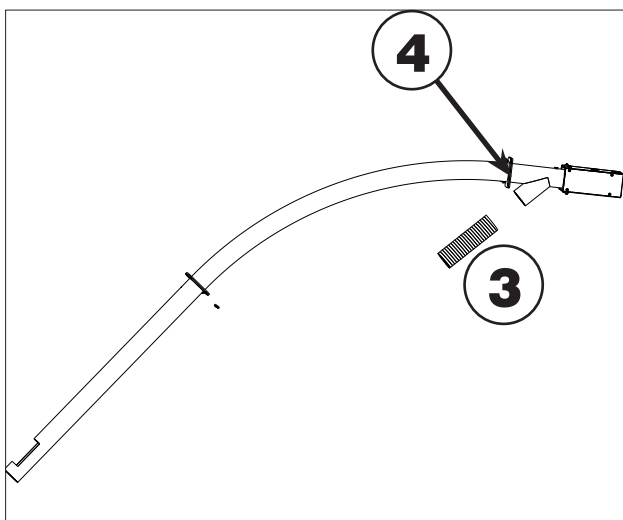
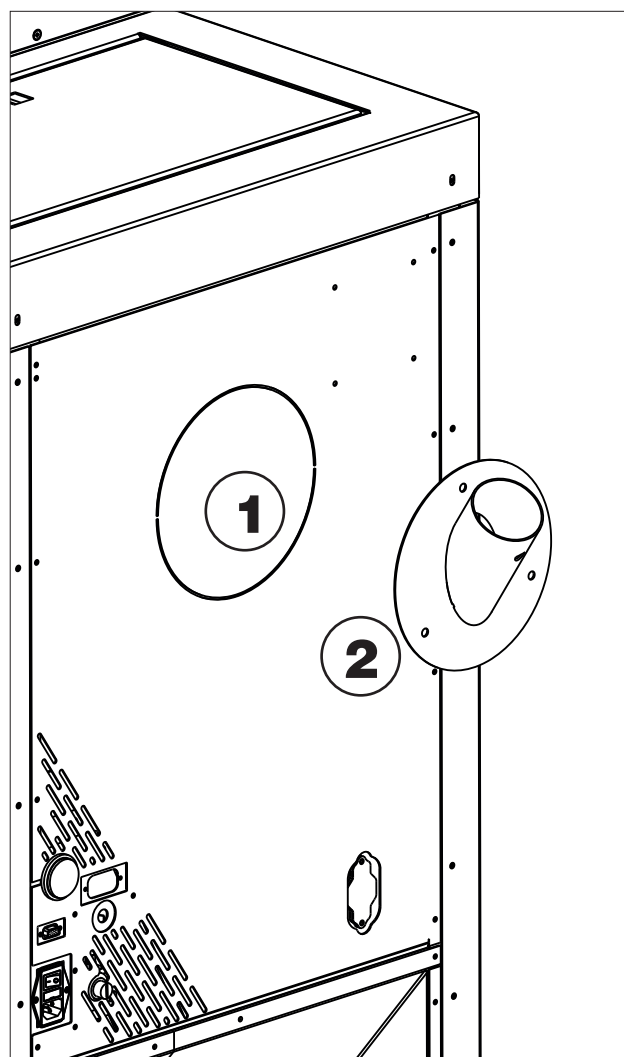

Fig.4
Fig.5
le composant (2) de la figure 5 et les composants de la figure 4 sont facultatifs.